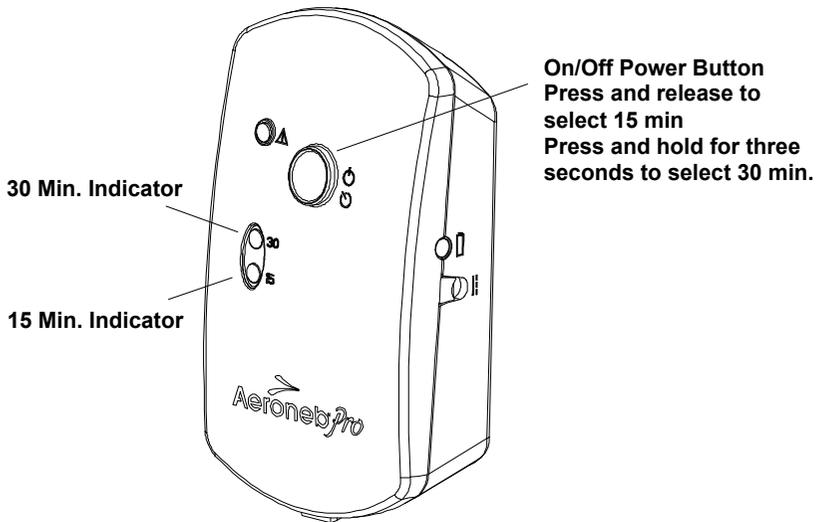

Abbildung 17: Starten und Beenden der Vernebelung
1. Um einen 15-Minuten-Vernebelungszyklus zu starten, das Medikament einfüllen und den blauen Ein-/Aus-Schalter drücken und gleich wieder loslassen (Abbildung 17). Die grüne *15-Min.*-Anzeige leuchtet auf und zeigt damit an, dass der 15-Minuten-Vernebelungszyklus aktiviert wurde.